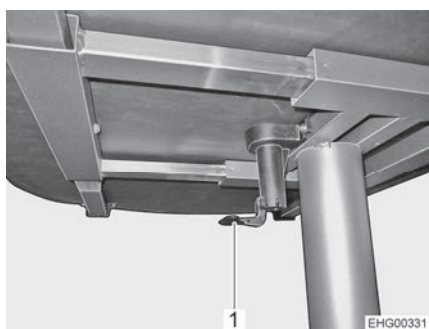

Fig. 85 Tavolo rialzabile
- Tirare verso il basso la leva del bloccaggio del tavolo centrale (Fig. 85,1).